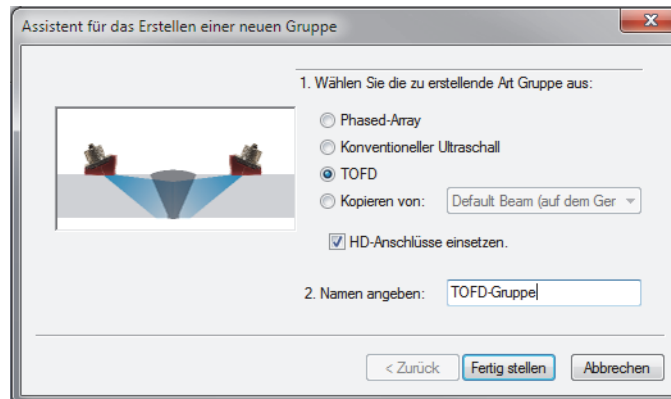

Abbildung 4-16 Dialogfeld Assistent für das Erstellen einer neuen TOFD-Gruppe
2. Im eingeblendeten Dialogfeld **Assistent für das Erstellen einer neuen Gruppe** (Abbildung 4-16 auf Seite 117):